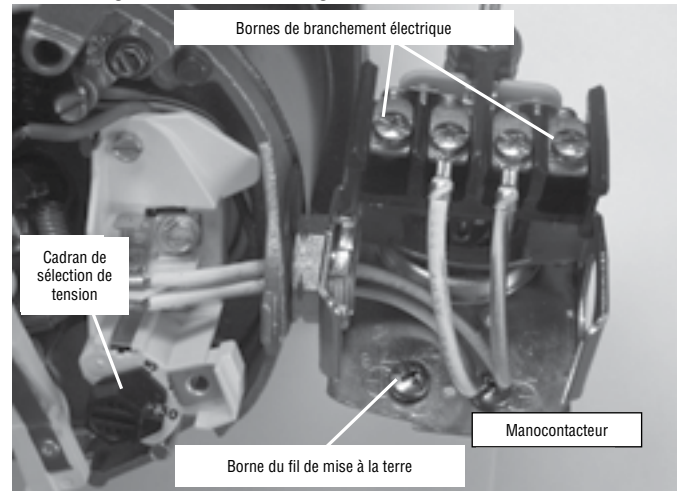

Figure 8 - Tension réglée à 230 V sur sélecteur à cadran
3. Brancher les deux conducteurs d'entrée sur les deux vis extérieures du pressostat, comme il est illustré à la figure 8.
4. Brancher le fil de mise à la terre sur une des connexions de mise à la terre, comme il est illustré à la figure 8.